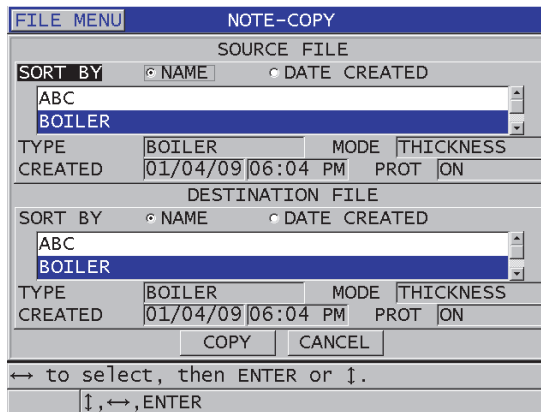

Figura 11-25 Copia de una tabla de notas de un archivo a otro
3. En la pantalla **NOTA-COPIA (NOTE-COPY)** [ver la Figura 11-25 en la página 228]: